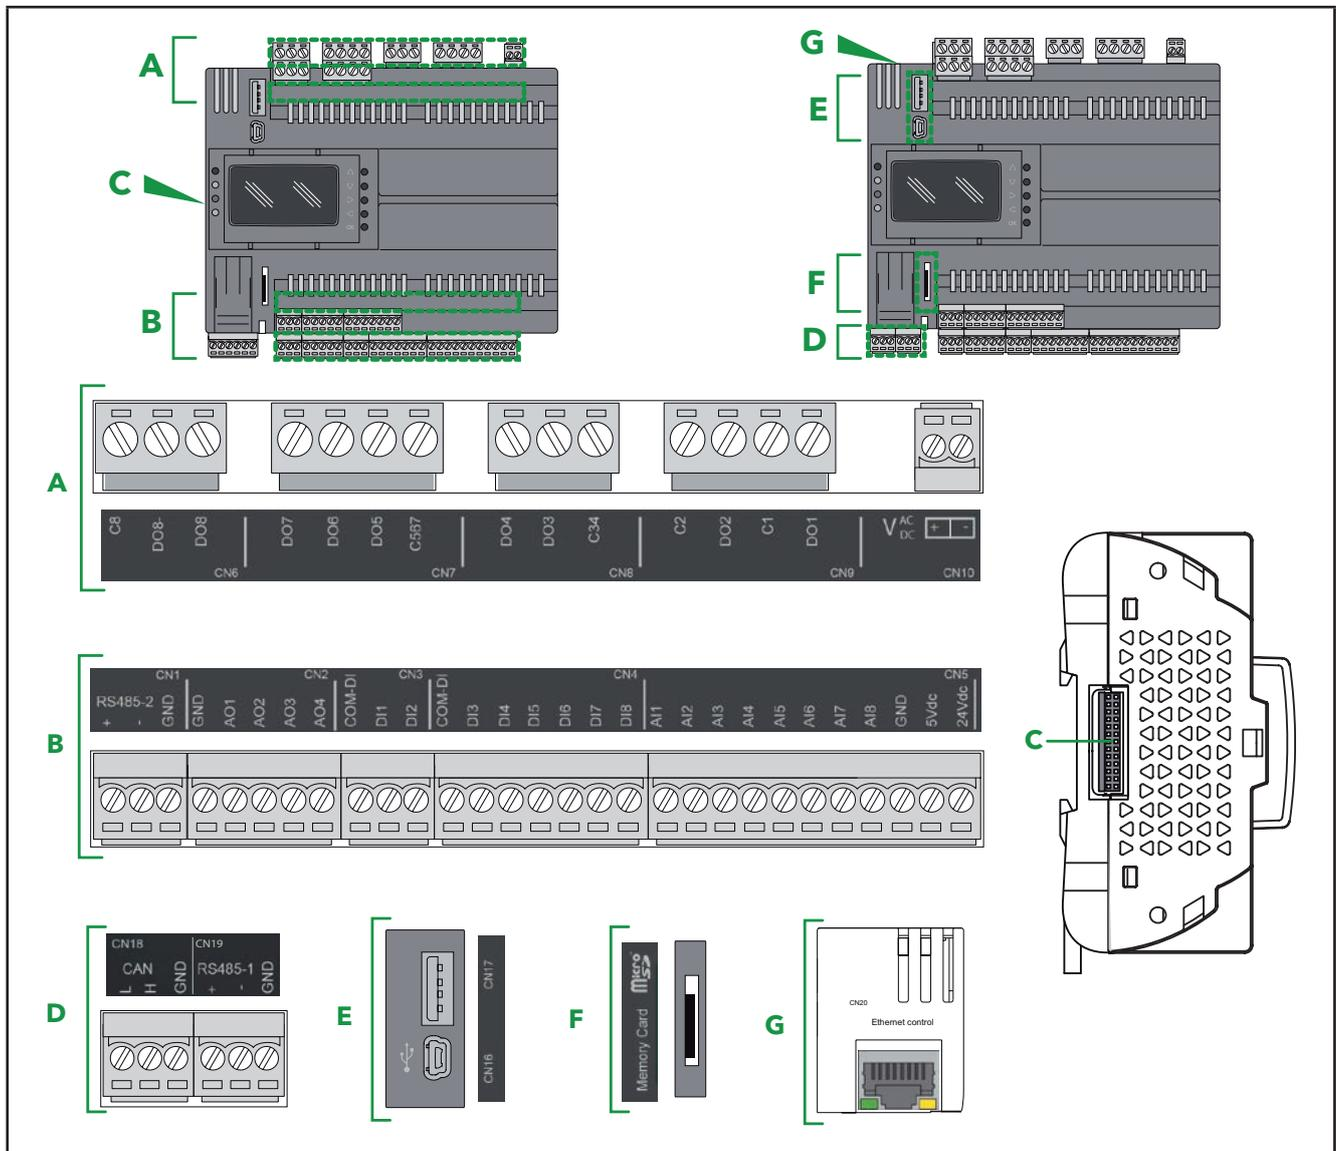
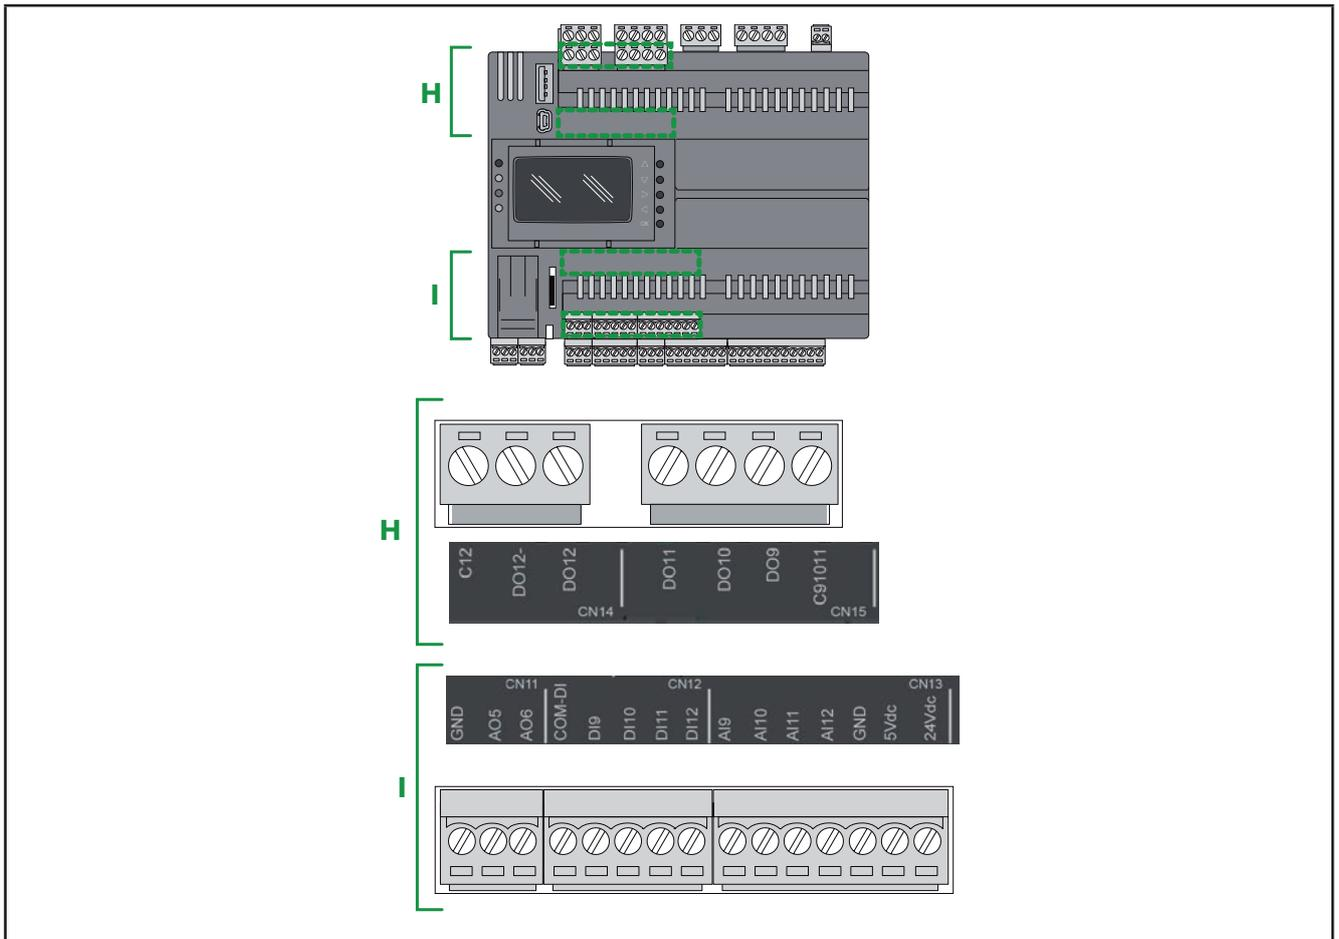

Fig. 22. Connettori della scheda base EWCM 9000 PRO (HF)
Fig. 23. Connettori della scheda superiore EWCM 9000 PRO (HF)
Le etichette degli I/O e delle porte sono contrassegnate sull'involucro del EWCM 9000 PRO (HF) (vedere Fig. 22 a pag. 40 e Fig. 23 a pag. 41).